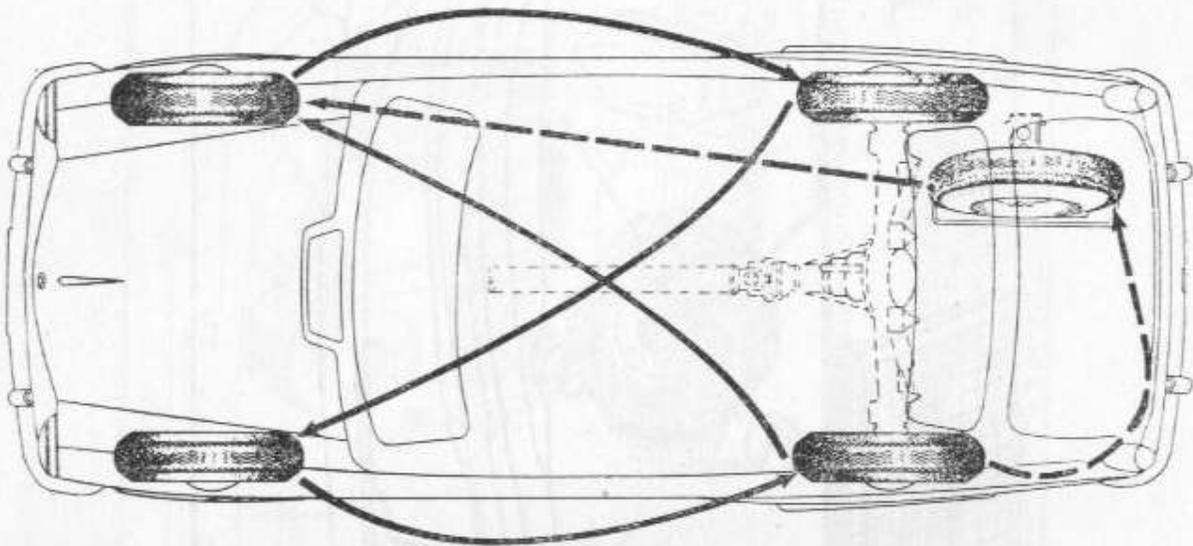

Bild 83. Räderwechsel
3. Um ungleichmäßige Reifenabnutzung zu vermeiden, sind die Räder jedesmal nach 4 000—5 000 *km* gegeneinander auszutauschen, und zwar nach dem Plan im Bild 83.